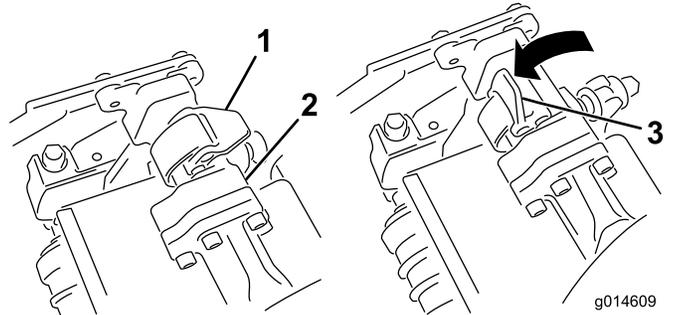
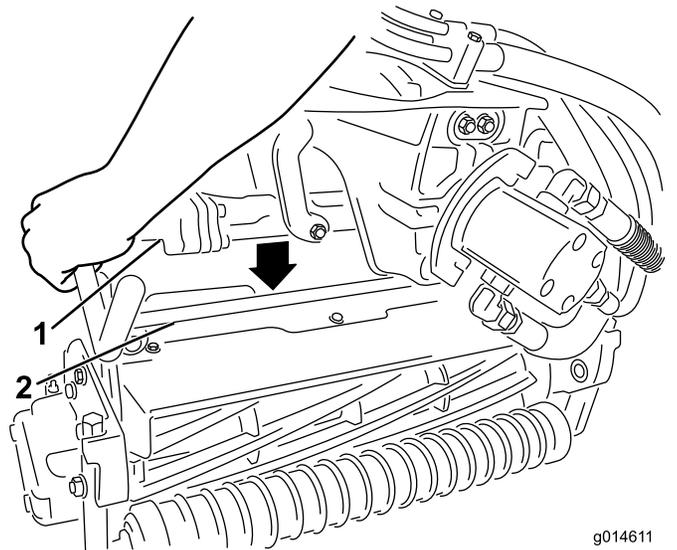

图12
图13
5. 当悬挂臂杆上的闭锁指向上方（即打开）时（图12），向下压悬挂臂，使悬挂臂杆与滚刀组上方的支架相契合（图13）。
6. 向下并绕着滚刀组横杆关闭闭锁，将它们锁定到位（图12）。